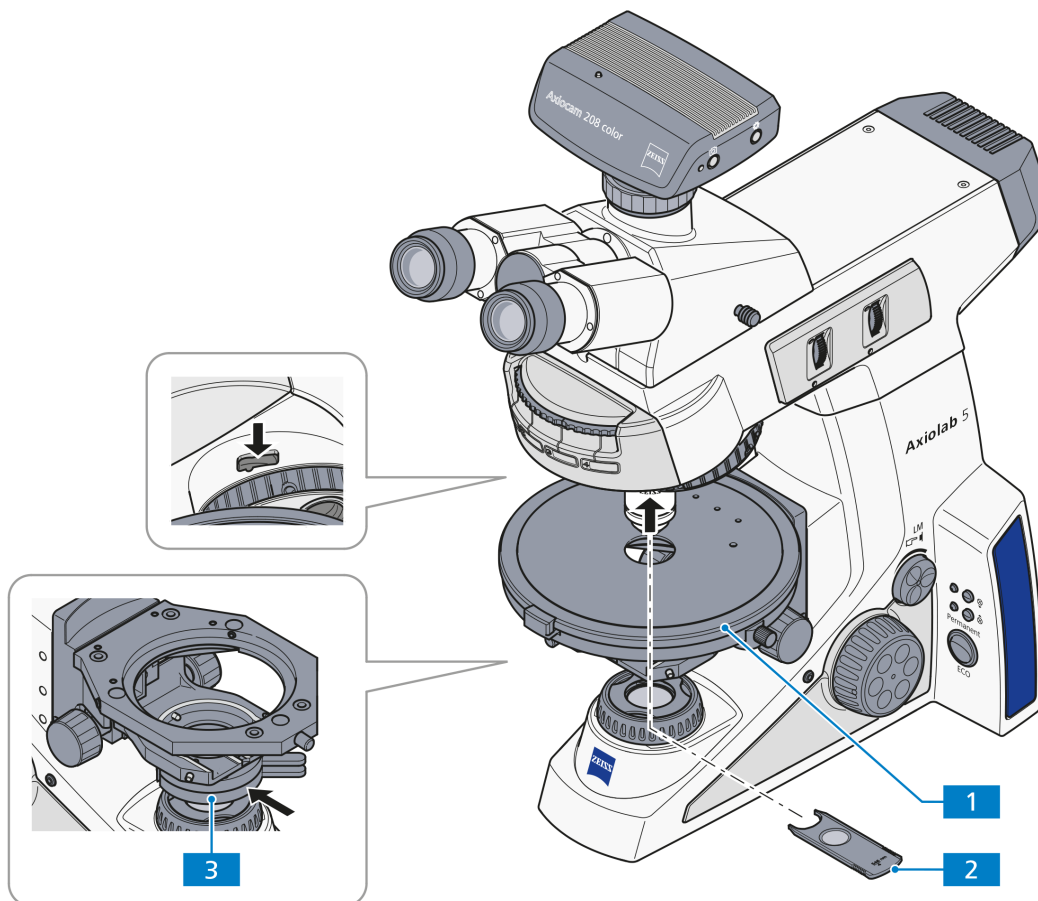

Abb. 4-7 Komponenten zur Durchlicht-Polarisation
(3) Mikroskop einstellen
- Einstellen des Mikroskops wie im Durchlicht-Hellfeld nach KÖHLER (siehe Abschnitt 4.2.1 (3)).
- Drehtisch Pol (Abb. 4-7/1) (siehe Abschnitt 3.1.7.5) und Objektive (siehe Abschnitt 3.1.7.6) zentrieren.
- Polarisator (Abb. 4-7/3) in Strahlengang einschwenken und auf 0° positionieren, sofern ein drehbarer Polarisator verwendet wird.
- Analysatorschieber (Abb. 4-7/2) in Aufnahmeschlitz für Kompensatoren einstecken (falls der Tubus nicht bereits mit einem Analysator versehen ist). Aufgrund der gekreuzten Polarisatoren erscheint nun das Sehfeld dunkel. Bei einschraubbaren Analysatoren in der Zwischenplatte für Tuben ist darauf zu achten, dass diese zum Polarisator D ausgerichtet (d. h. gekreuzte Stellung) sind.
(2) Geräteausrüstung
- Drehtisch Pol (Abb. 4-7/1)
- Einstellen des Mikroskops wie im Durchlicht-Hellfeld (siehe Abschnitt 4.2.1 (3)). Dabei ist besonders auf den richtig eingestellten Augenabstand am Binokulartubus zu achten (siehe Abschnitt 4.1.1).
- Drehtisch Pol (Abb. 4-7/1) und Objektive zentrieren (siehe Abschnitte 3.1.7.5 und 3.1.7.6).
- Analysatorschieber (Abb. 4-7/2) in Aufnahmeschlitz für Kompensatoren oder in die Zwischenplatte einstecken (falls der Tubus nicht bereits mit einem Analysator versehen ist). Aufgrund der gekreuzten Polarisatoren erscheint nun das Sehfeld dunkel. Falls nicht, den Analysator im Tubus oder die Zwischenplatte ausrichten.